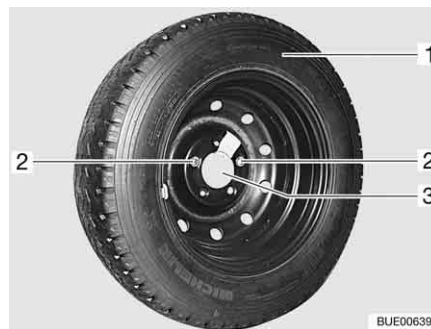

Bild 257 Ersatzrad-Halterung in der Heckgarage
- Die beiden Befestigungsschrauben (Bild 257,2) mit dem Bordwerkzeug herausdrehen und abnehmen.
- Das Ersatzrad (Bild 257,1) von der Halterung (Bild 257,3) abnehmen.